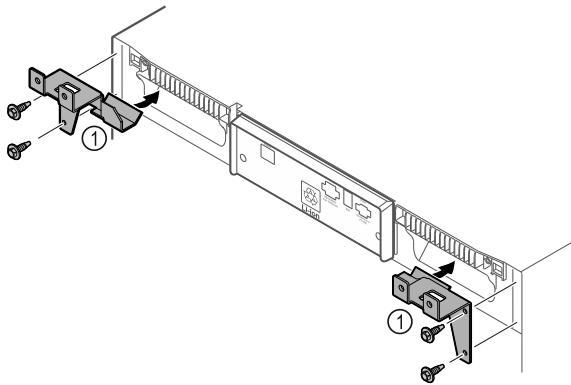

Fig. 66
- ▶ Halteteile Fig. 66 (1) mit selbstschneidenden Schrauben am Gerät montieren.